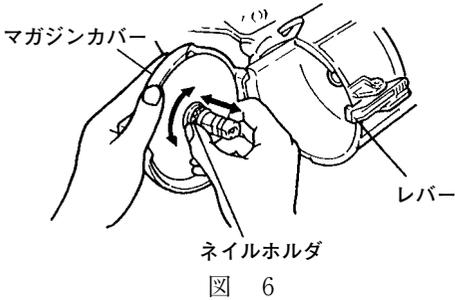
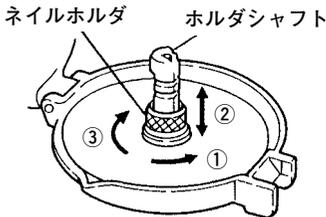

図 6
図 7
(1) マガジンに釘を入れる
- 使用する釘の長さに合わせてネイルホルダの高さ位置を調整します。(図6) 調整は、①ネイルホルダを約90°左に回します。②ネイルホルダを上下に動かし、使用する釘の長さに合わせてホルダシャフトの目印の位置にネイルホルダの上面を合わせます。(27 mm, 32 mm の釘はネイルホルダの上面をホルダシャフトの上面に合わせてください。) ③ネイルホルダを“カチッ”と音のするまで(約90°)右に回します。(図7, 8)